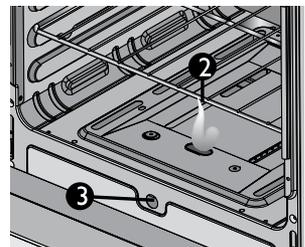

Figura 27
- Conserve la llama en perforación frontal o superior de ignición hasta que la fuente de calor esté completamente encendida y estable. Verificar a través de las dos perforaciones delanteras o en la perforación frontal según modelo (Ver figura 27).